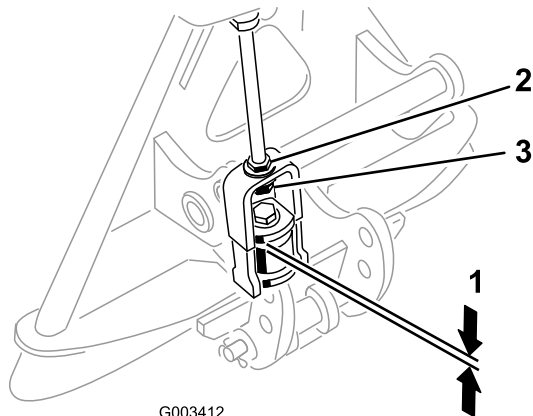

Figura 13
- Con el rastrillo montado y sujeto a la unidad de tracción, mida el espacio entre la arandela superior y el espaciador del enganche del adaptador de accesorios, según se muestra en Figura 13.
El espacio debe ser de 1,5 a 2 mm (Figura 13).
- Si el espacio no es correcto, afloje la contratuerca y apriete o afloje la tuerca de ajuste del conjunto de enganche según sea necesario para obtener el espacio correcto (Figura 13).